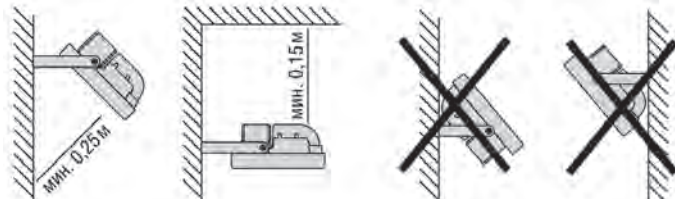

Рисунок 2
- При установке соблюдайте правила, указанные на рис. 2